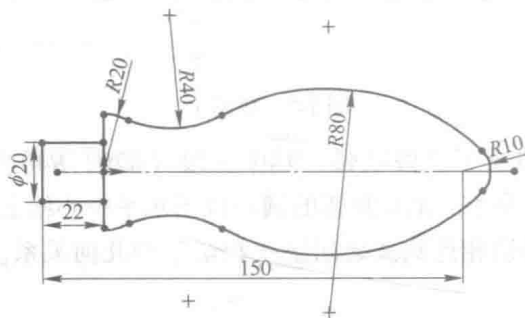

图 1-6 绘制 $R10$ 圆弧
(5) 单击“圆心/起/终点画弧”按钮，绘制圆心位于水平中心线上，距离草图最左端 150 的 $R10$ 圆弧。各段相连圆弧之间添加“相切”的几何关系，如图 1-6 所示。